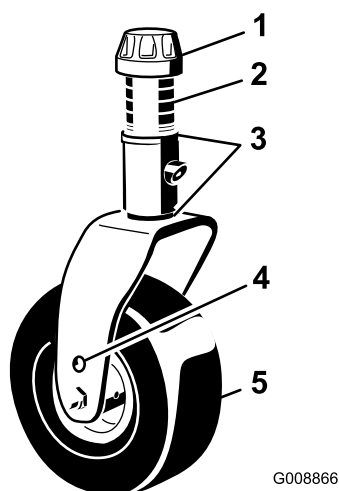

Figure 26
3. Ajoutez ou retirez des cales de 3 mm sur la fourche d'une ou de plusieurs roues pivotantes pour que la hauteur de coupe corresponde à celle indiquée sur l'autocollant (Figure 26) ; voir Réglage de l'inclinaison du plateau de coupe (page 58).